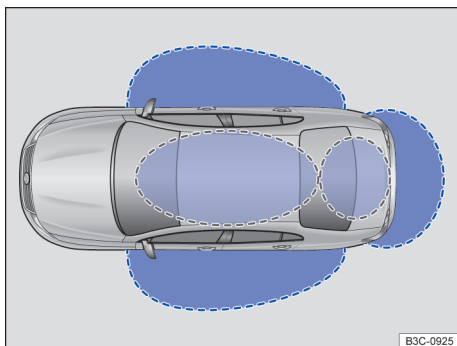
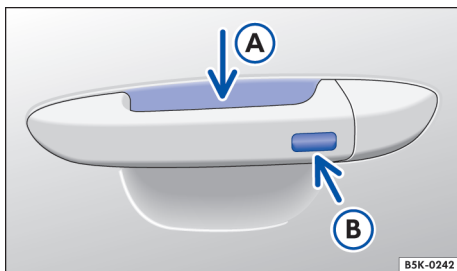

Fig. 60 Sistema de travamento e de partida Keyless Access sem chave: áreas de aproximação.
Fig. 61 Sistema de travamento e de partida Keyless Access sem chave: área de sensores na maçaneta da porta dianteira.
chave do veículo válida esteja na área de aproximação → Fig. 60. E que uma superfície dos sensores na maçaneta das portas dianteiras → Fig. 61 seja tocada, ou que o botão da tampa do compartimento de bagagem → Página 81 seja acionado → ④.
Quando o veículo está travado e uma chave do veículo válida se encontra na faixa de proximidade → Fig. 60 da tampa do compartimento de bagagem, esta destrava automaticamente ao ser aberta.
- Travar o veículo com o botão ⑤ da chave do veículo.
- Além disso, antes de 5 segundos, tocar uma vez o sensor para travamento na parte externa da maçaneta da porta dianteira → Fig. 61 ③. Não aperte a maçaneta.